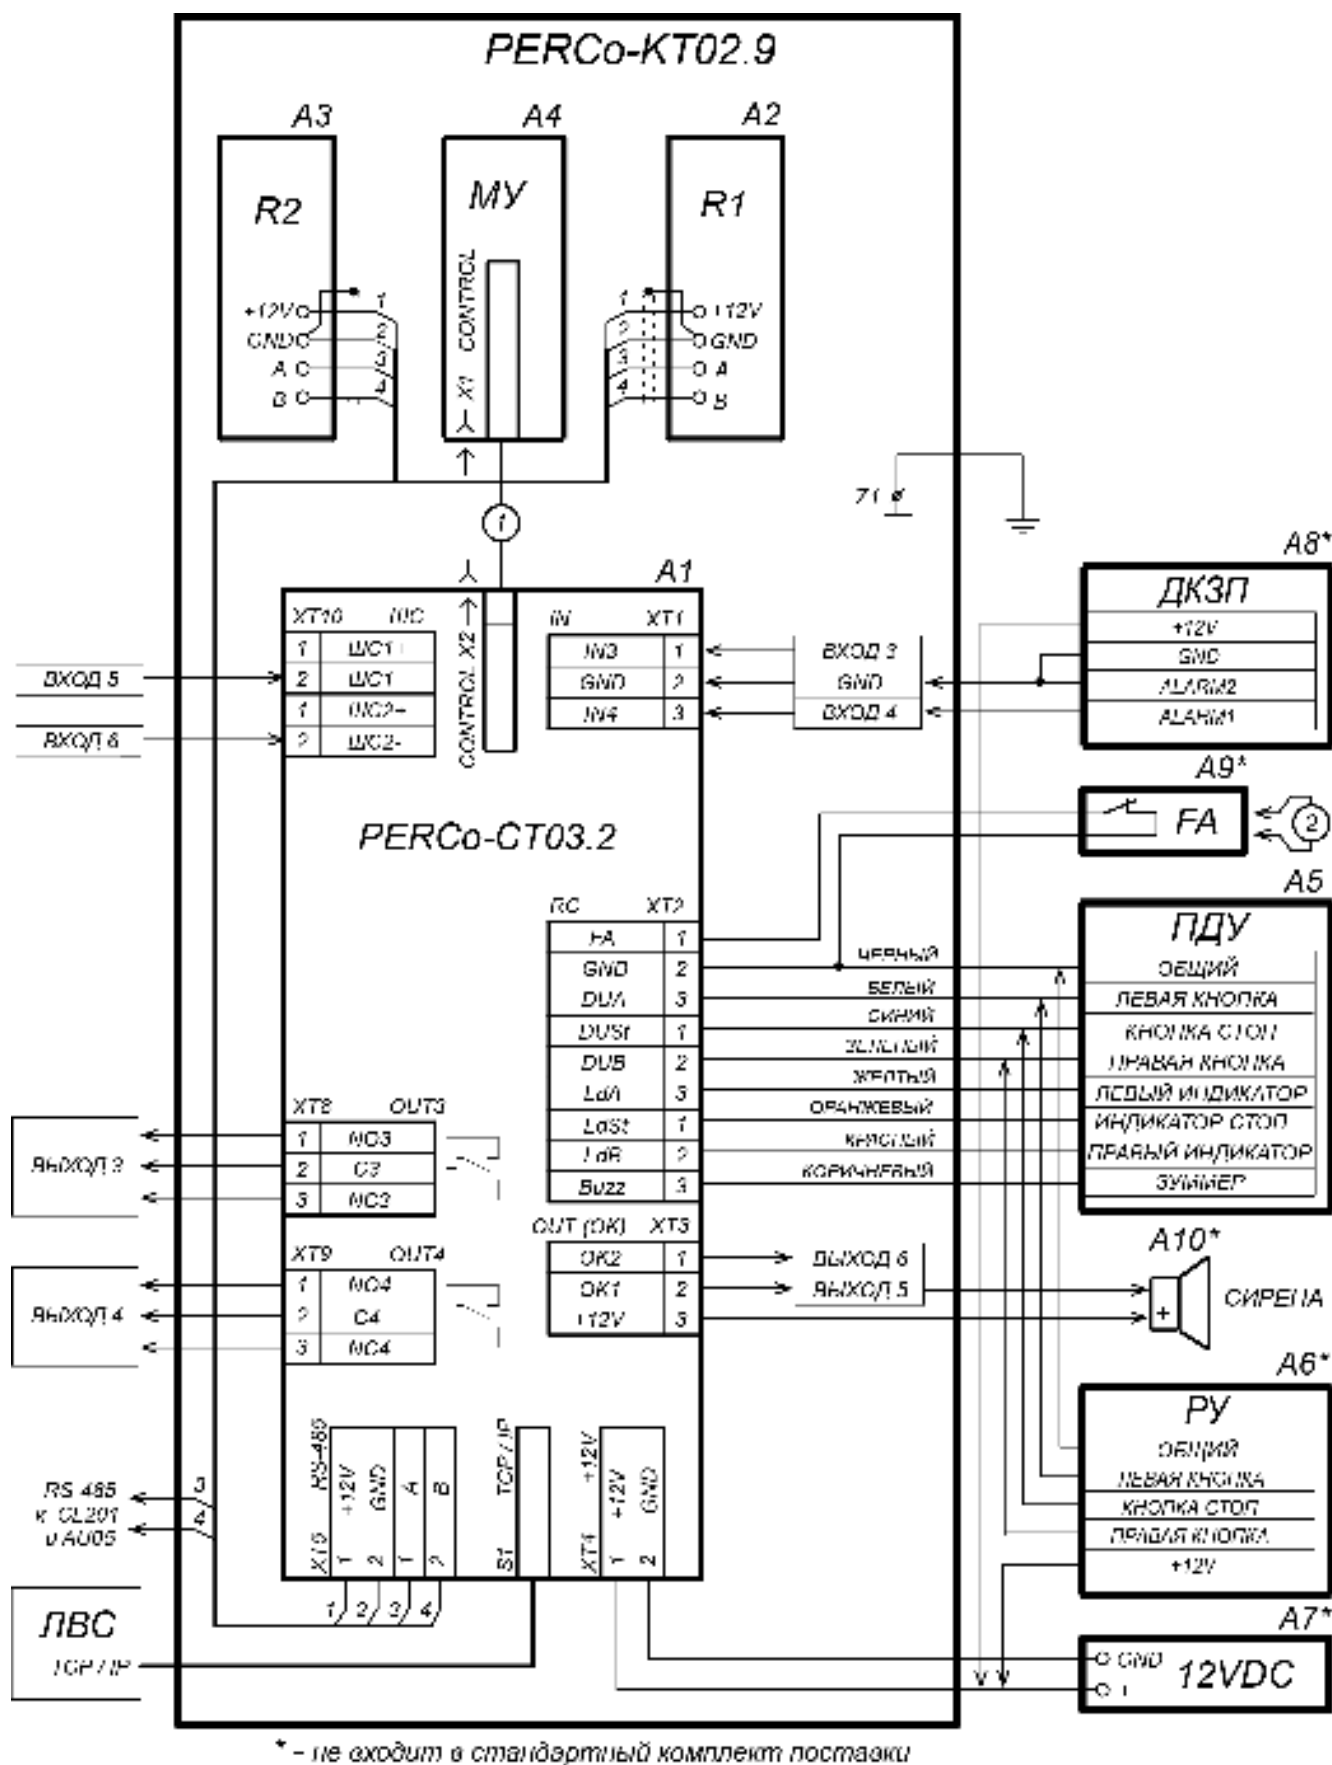

Рисунок 11. Схема подключения ЭП и дополнительного оборудования
Расположение клеммных колодок на нижней плате контроллера ЭП показано на рис. 6, назначение контактов клеммных колодок указано в табл. 1. Схема подключения приведена на рис. 11. Используемые при подключении типы кабелей указаны в табл. 4. При монтаже ЭП придерживайтесь следующей последовательности действий:
10. Подключите кабель питания (12) к клеммной колодке **ХТ4** на нижней плате контроллера согласно схеме, приведенной на рис. 11.
11. Подключите кабель (10) ПДУ (9) к клеммной колодке **ХТ2** согласно схеме, приведенной на рис. 11.
12. Подключите, при необходимости, кабели от других устройств к соответствующим клеммным колодкам нижней платы контроллера согласно схеме на рис. 11.
1 – кабель питания; 2 – кабель от ПДУ / устройства РУ; 3 – кабель *Ethernet*; 4 – кабель турникета; 5 – кабели подключения считывателей; 6 – платы контроллера; 7 – механизм управления; 8, 9 – отверстия для проводки кабелей (при монтаже ЭП в отверстия вставляются изоляционные втулки); 10 – кабель заземления; Z – контакт заземления; позиционные обозначения A1-A4 и Z – указаны на рис.11